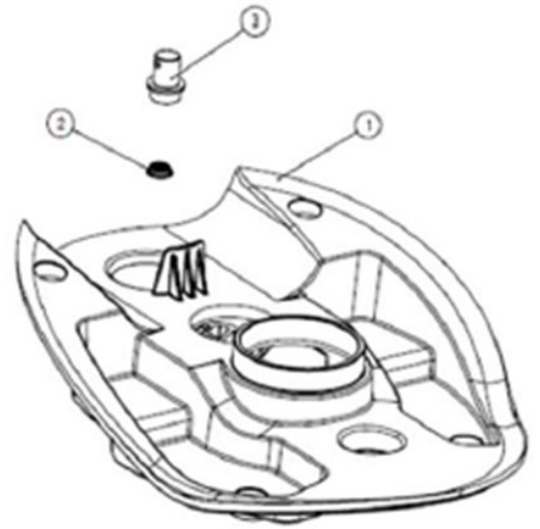

Figure 37.
1. Repérez le couvercle supérieur de l'ensemble chargeur (figure 37, partie 1) sous le réservoir de solution.
2. Retirez la soupape (figure 37, partie 3) en la tournant dans le sens inverse des aiguilles d'une montre.
3. Retirez le filtre à particules (figure 37, partie 2) et passez-le sous l'eau tiède pour le nettoyer. Vous pouvez utiliser une brosse douce s'il est fortement bouché.